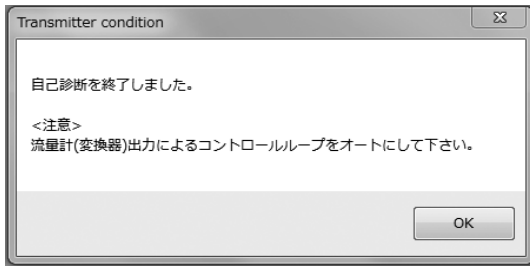

図107
- ④ 「OK」をクリックし、チェックが実行され、終了すると、メッセージボックス(図107)が表示されますので、「OK」ボタンをクリックすれば変換器内部状態チェックは終了です。